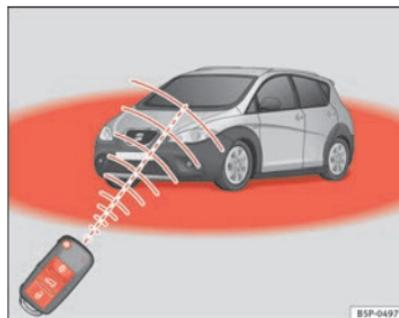

Fig. 63 Périmètre d'action de la radiocommande
- La radiocommande fonctionne uniquement lorsque vous vous trouvez dans le périmètre d'action ⇒ page 108, fig. 63 (zone rouge).